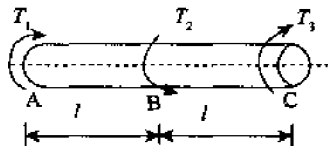

图 3-22
3. 圆轴直径为 d ,受外力偶矩扭转作用如图 3-22 所示。已知 $T_1 = 3T$, $T_2 = 7T$, $T_3 = 4T$,材料的切变模量为 G 。C 截面相对 A 截面的扭转角是_____。